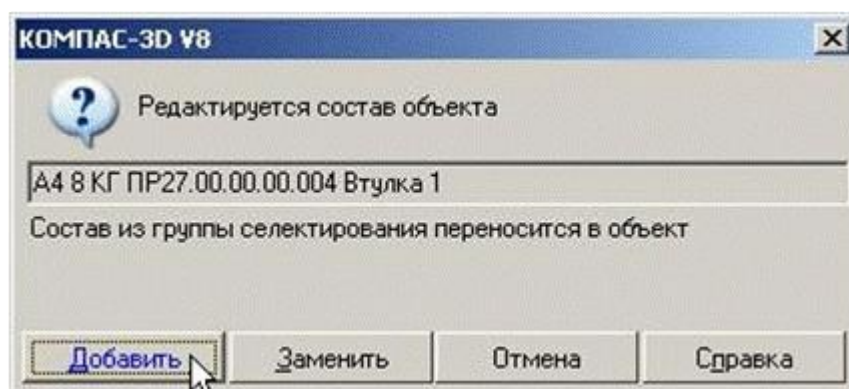

Рис. 8.27. Окно для редактирования
- в окне сообщения о редактировании состава объекта щелкните на кнопке «Добавить», рис. 8.27.